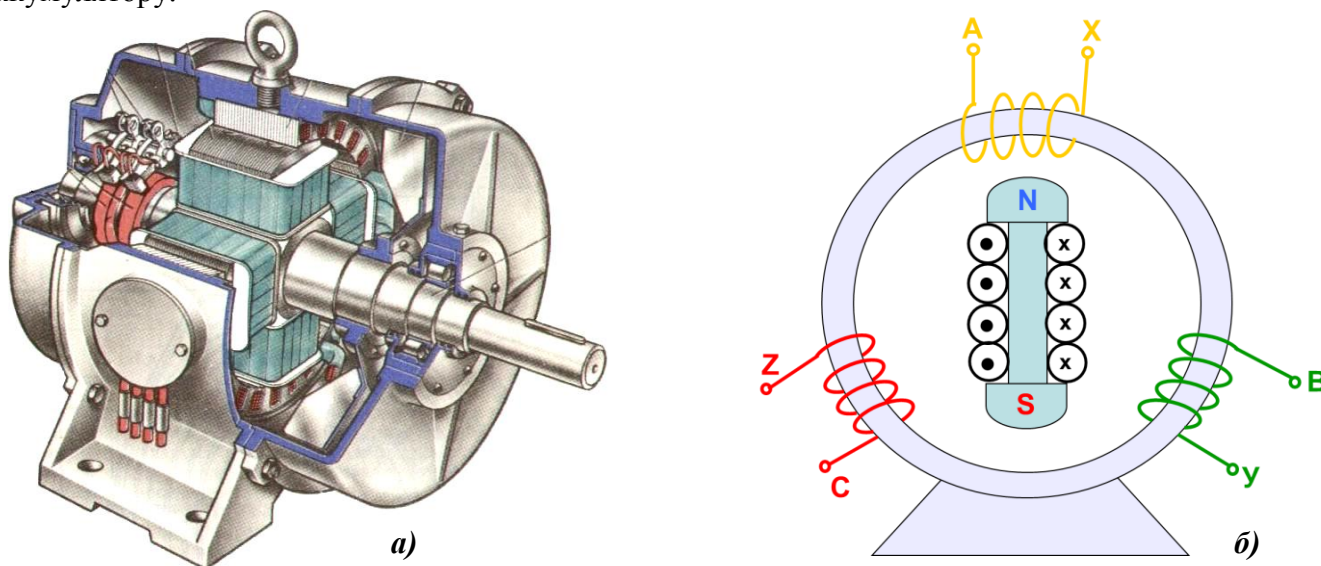

Рисунок 76 – Синхронный генератор
**Трехфазным** называют ток, получаемый от источника с тремя обмотками – фазами. Источником трехфазного тока является **синхронный генератор** (рисунок 76).